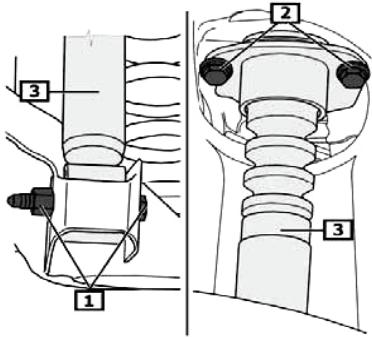
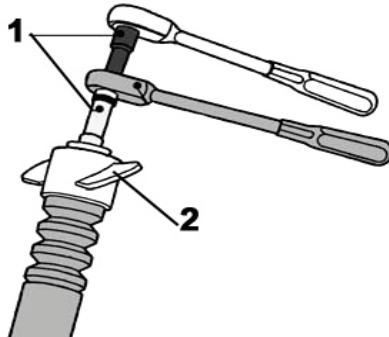

Fig. 8:
Fig. 9:
- **Fig. 8** Obere (2) und untere (1) Stoßdämpferbefestigungen entfernen.
- Stoßdämpfer (3) entnehmen.
- **Fig. 9** Stoßdämpfer in der Haltevorrichtung fest spannen und Kolbenstangenmutter mit Spezialwerkzeug (1) abschrauben.
- **Fig. 8** Remove upper (2) and lower (1) shock absorber attachments.
- Remove shock absorber (3).
- **Fig. 9** Clamp shock absorber securely in holding device and use a special tool to unscrew piston rod nut (1).
- **Fig. 8** Enlever la fixation de l'amortisseur supérieure (2) et inférieure (1).
- Enlever l'amortisseur (3).
- **Fig. 9** Tendre solidement l'amortisseur dans le dispositif de support et dévisser l'écrou de la tige de piston avec un outil spécial.
- **Fig. 8** Retirar la sujeción inferior (1) y superior (2) del amortiguador.
- Extraer el amortiguador (3).
- **Fig. 9** Fijar firmemente el amortiguador en un dispositivo apropiado y desenroscar la tuerca del eje del amortiguador con la herramienta especial (1).
- **Fig. 8** Dämpfer mit den Anbauteilen bestücken.
- **Fig. 9** Mitgelieferte Kolbenstangenmutter mit Spezialwerkzeug festschrauben (25 Nm).
- **Fig. 8** Assemble damper with add-on parts.
- **Fig. 9** Use a special tool to tighten the new (supplied) piston rod nut (25 Nm).
- **Fig. 8** Monter les composants sur l'amortisseur.
- **Fig. 9** Visser solidement l'écrou de la tige de piston joint à la commande avec un outil spécial (25 Nm).
- **Fig. 8** Equivar el amortiguador con las piezas adicionales.
- **Fig. 9** Apretar la tuerca del eje del amortiguador suministrada con una herramienta especial (25 Nm).